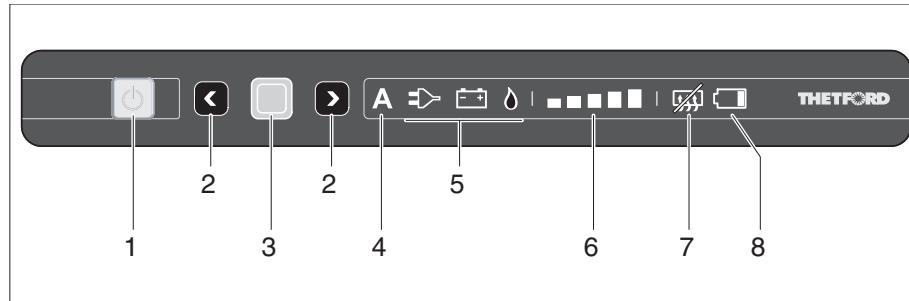

Fig. 356 Elementi di comando e di segnalazione per il frigorifero (Thetford senza SES)
- Premere il tasto (Fig. 356,1). Il pulsante si accende in verde. Premere di nuovo il pulsante per visualizzare le impostazioni correnti.
- Premere il tasto (Fig. 356,1) e tenerlo premuto. Tutte le lampade si spengono.
Se è selezionato il funzionamento automatico, nel quadro comandi sono accesi l'indicatore del funzionamento automatico (Fig. 356,4) e la miglior fonte disponibile (Fig. 356,5).
- Premere il tasto di conferma (Fig. 356,3) e mantenerlo premuto. I simboli delle modalità di funzionamento (Fig. 356,5) iniziano a lampeggiare.
- Con i tasti di selezione (Fig. 356,2) selezionare il funzionamento a gas ed applicare la selezione con il tasto di conferma (Fig. 356,3).
- Con i tasti di selezione (Fig. 356,2) selezionare il funzionamento a 230 V ed applicare la selezione con il tasto di conferma (Fig. 356,3).
- Con i tasti di selezione (Fig. 356,2) selezionare il funzionamento a 12 V ed applicare la selezione con il tasto di conferma (Fig. 356,3).
- Premere di nuovo il tasto di conferma (Fig. 356,3). L'indicatore dello stadio di raffreddamento (Fig. 356,6) inizia a lampeggiare.
- Con i tasti di selezione (Fig. 356,2) selezionare lo stadio di raffreddamento desiderato ed applicare la selezione con il tasto di conferma (Fig. 356,3).